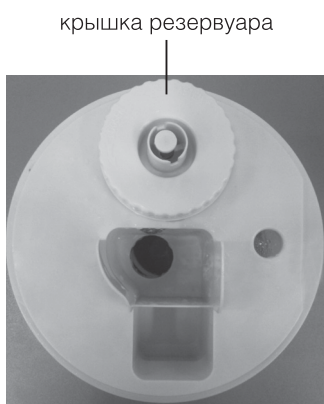

Рис. 3
4. Убедитесь в плотной фиксации крышки резервуара (рис. 3).